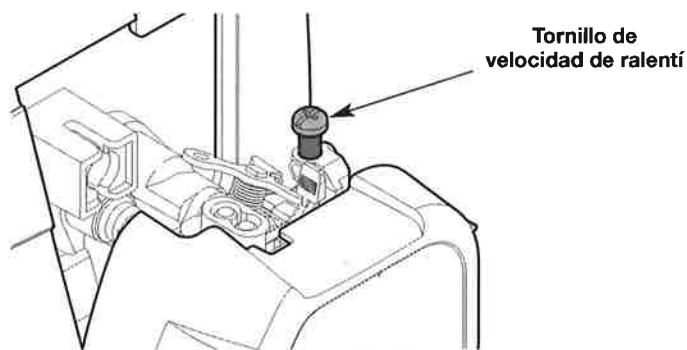

Fig. 18
- Si el motor se para, aumente la velocidad de ralentí. Use un destornillador Phillips pequeño para girar el tornillo de velocidad de ralentí en el sentido de las agujas del reloj, 1/8 de giro cada vez hasta que el motor funciona al ralentí de manera uniforme (Fig. 18).
- Si el cabezal de corte gira cuando el motor funciona al ralentí, reduzca la velocidad de ralentí. Gire el tornillo de velocidad de ralentí en el sentido contrario de las agujas del reloj, 1/8 de giro cada vez, hasta que se detenga el cabezal de corte (Fig. 18).